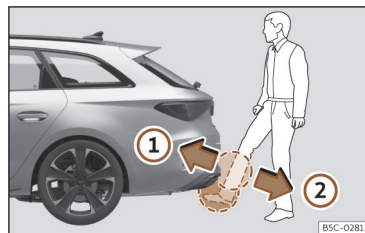

Fig. 84 Porta da bagageira com abertura controlada por sensor (Easy Open)
- Com um movimento rápido, aproxime o pé e a parte inferior da perna o mais possível ao para-choques. A parte inferior da perna tem que aproximar-se da zona do sensor superior, e o pé da zona do sensor inferior >>> Fig. 84 ①.
- Retire rapidamente o pé e a parte inferior da perna das zonas dos sensores >>> **Fig. 84 ②**. A porta da bagageira abre-se automaticamente.